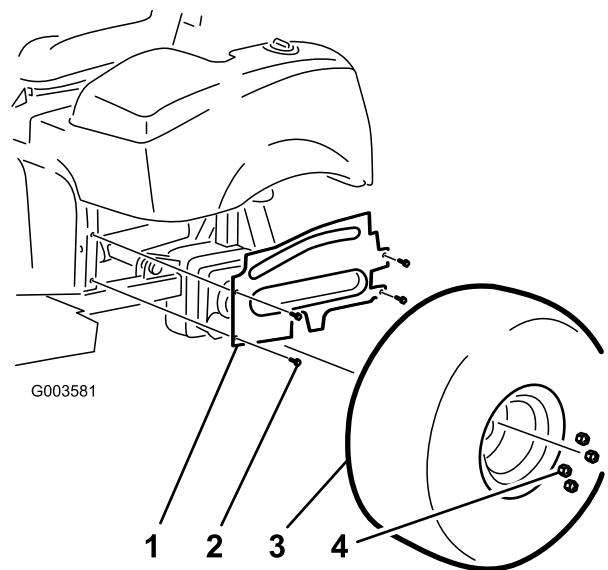

Bild 3
4. Nehmen Sie die Bundkopfschrauben ab, mit denen das Abdeckblech des linken Rades am Rahmen befestigt ist (Bild 3). Nehmen Sie das Abdeckblech ab und bewahren Sie es auf.